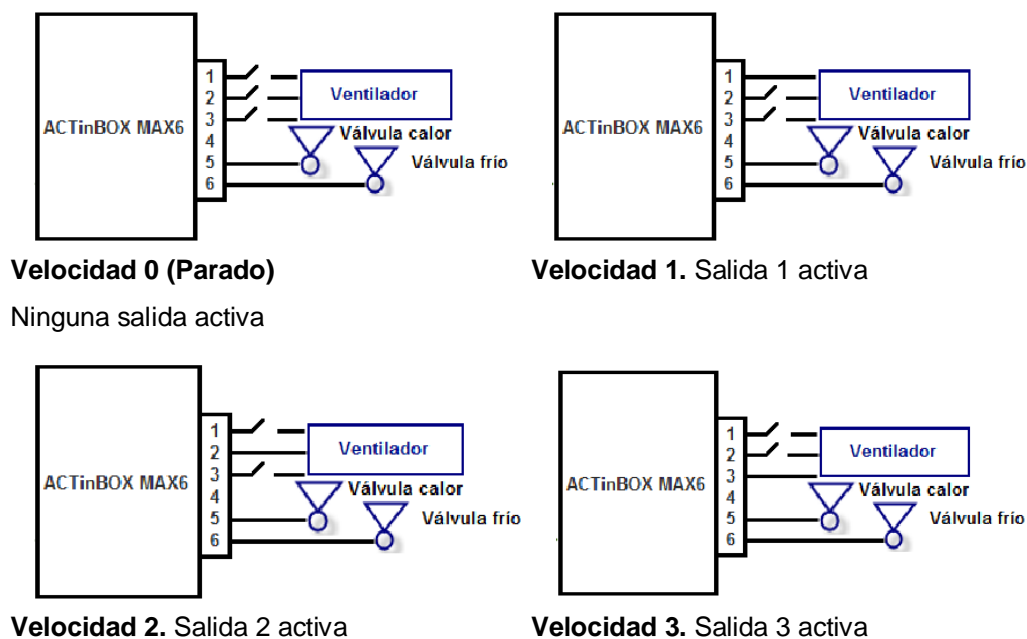

Figura 3.5. Control de la velocidad de ventilación por conmutación
- **Conmutación** (sólo 1 relé encendido): sólo una de las 3 salidas del actuador estará activa para cada nivel de ventilación. Ver Figura 3.5.